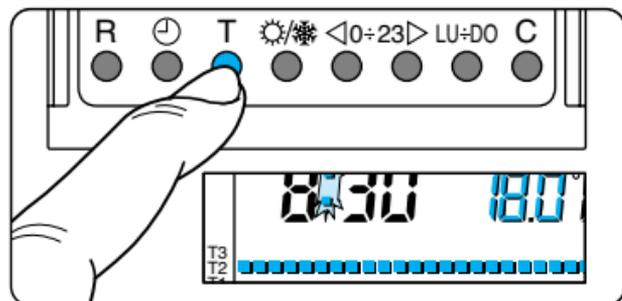

Fig. 33
6.5 - Premere il pulsante T per confermare il valore della temperatura visualizzata sul display e per passare al livello di temperatura successivo (fig. 33).